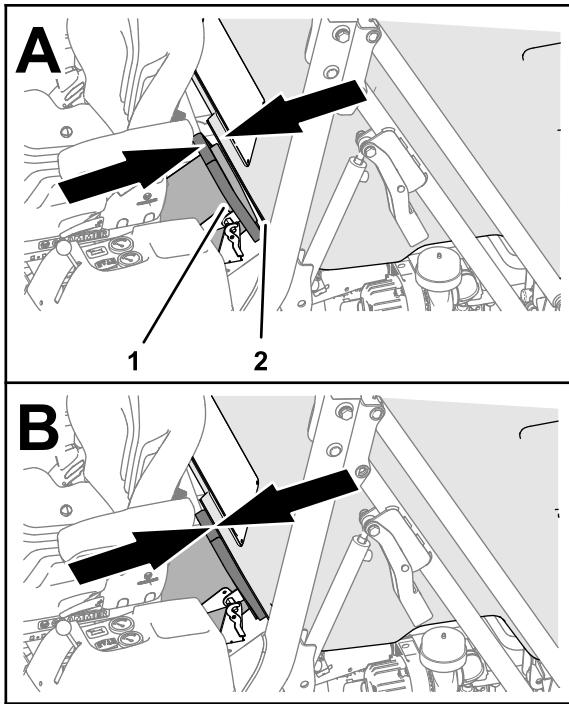

Bild 137
2. Schieben Sie die Fangbox nach vorne oder hinten, bis der Fangboxzulauf mit der Auswurfkanaldichtung ausgefluchtet ist (Bild 137).